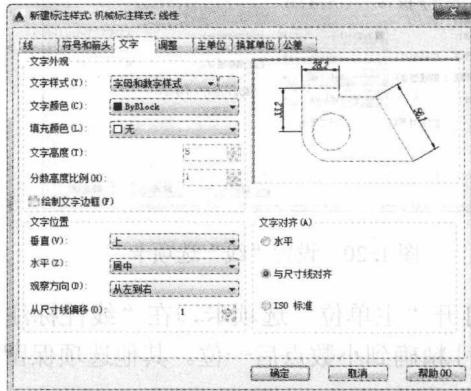

图 1-26 设置线性标注文字的对齐方式
2. 单击“继续”按钮，弹出“新建标注样式”对话框，打开“文字”选项卡，在“文字对齐”选项组中选中“与尺寸线对齐”单选按钮，如图 1-26 所示。